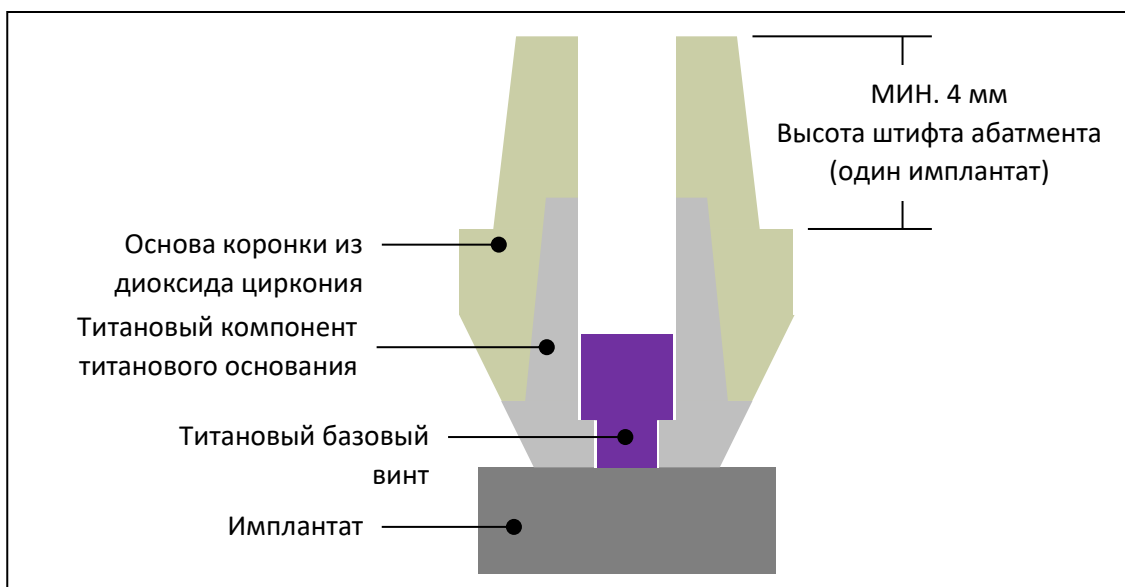

Рисунок 3. Конструктивные ограничения супраструктуры из диоксида циркония.
- высота штифта абатмента $\geq 4,0$ мм (см. **Рисунок 3**);